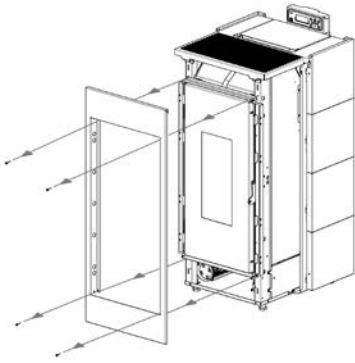

Fig. 38 - Rimozione pannello frontale
- Rimuovere il pannello frontale: svitare le 4 viti (vedi **Fig. 38**).